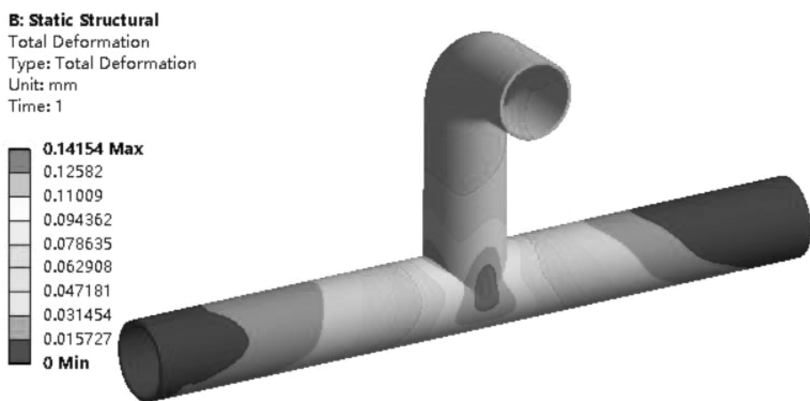
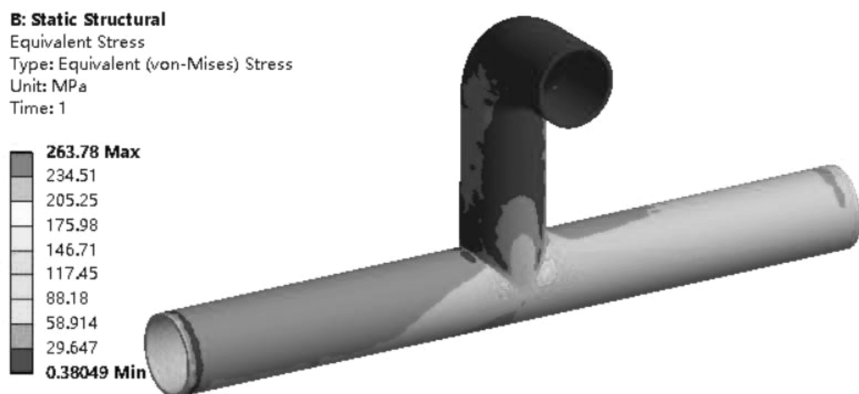

图 11-135 水龙头总变形分布云图
图 11-136 水龙头等效应力分布云图
(1) 在 Mechanical 标准工具栏中单击 Solve 进行求解运算。
(2) 运算结束后, 单击【Solution (B6)】→【Total Deformation】, 图形区域显示得到的水龙头总变形分布云图, 如图 11-135 所示; 单击【Solution (B6)】→【Equivalent Stress】, 显示水龙头等效应力分布云图, 如图 11-136 所示。